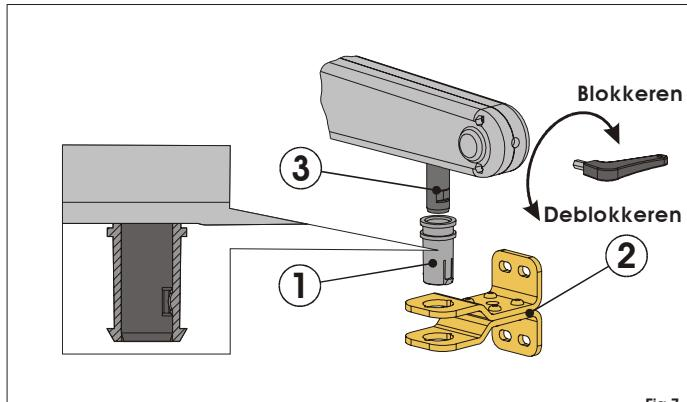

Fig.7
- Controleer of de spil (Fig. 7 Ref. 3) helemaal in de voorkant van de aandrijving zit; als dit niet zo is, de ontgrendelsleutel (Fig. 7) helemaal naar rechts draaien.
- Draai de ontgrendelsleutel 6-7 slagen met de klok mee, zoals aangegeven op Fig. 7.
De bus (Fig. 7 Ref. 1) in de voorste bevestiging (Fig. 7 Ref. 2) steken. Het stopmechanisme op de bus moet samenvallen met de groef in de spil van de aandrijving. De spil (Fig. 7 Ref. 3) in de bus steken.